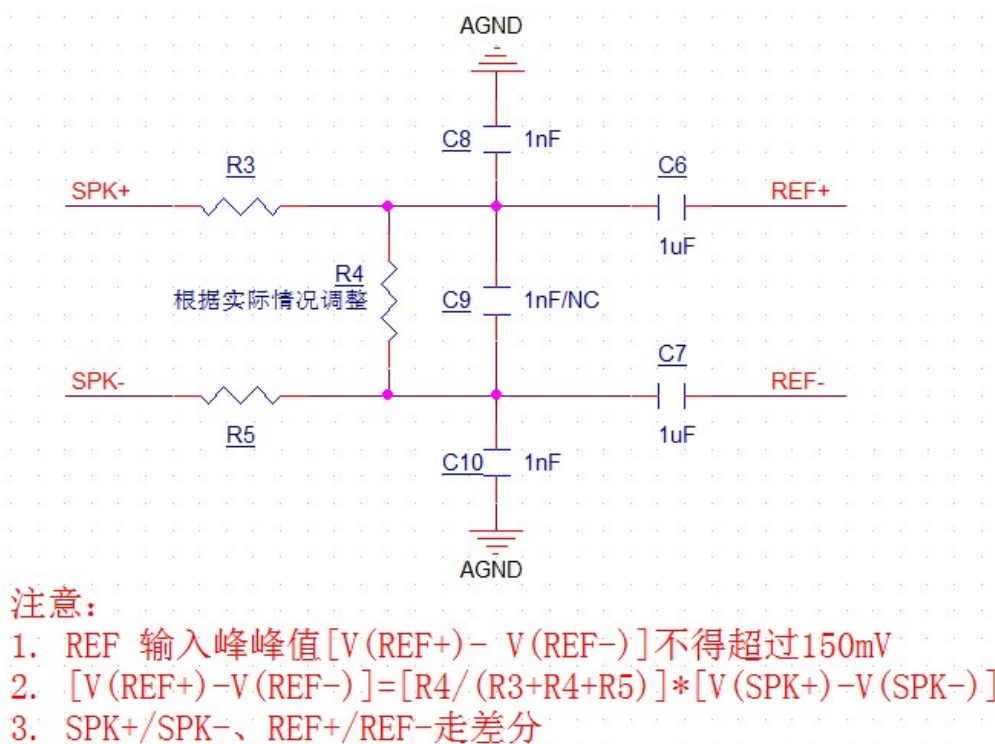

图 9 差分输出参考电路
2) 用户电路用作参考信号的输出为差分输出，需要分压时，可参考如图 9 电路：